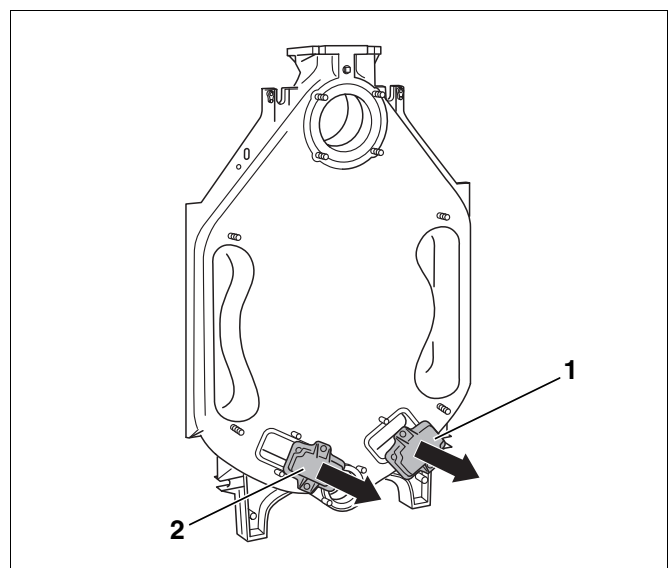

Abb. 10 Reinigungsdeckel demontieren
- Reinigungsdeckel am Hinterglied abschrauben (Abb. 10, **Pos. 1 und 2**).